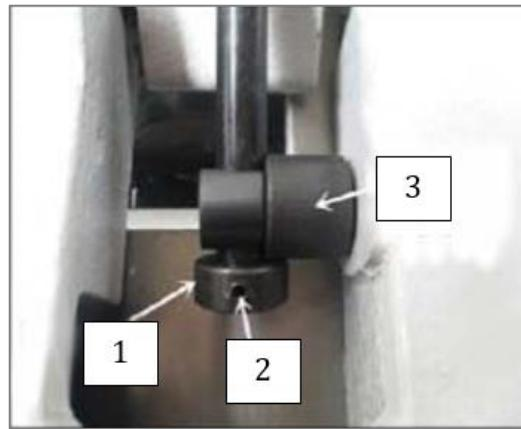

Рис. 22
2. Ослабить установочный винт на упорной колодке параллельного упора, как показано на *Рис. 22*.